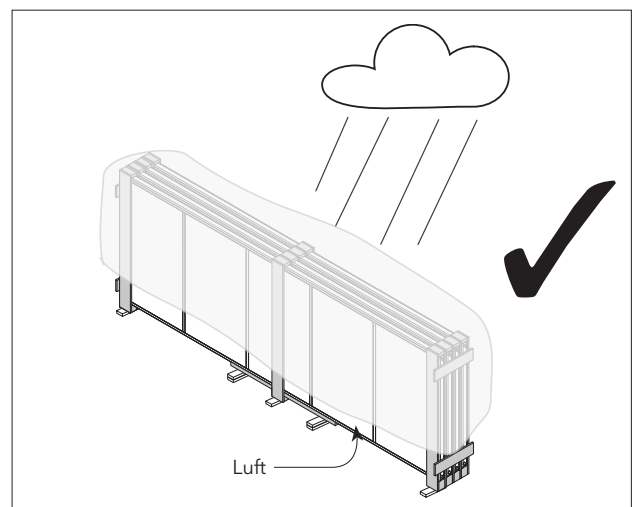

Abb. 5 Richtige Lagerung der Kollektoren; Belüftung von unten muss sichergestellt sein.
- !** ● Kollektoren stehend im Holzverschlag abstellen und mit einer Plane oben abdecken. Belüftung von unten muss gewährleistet sein (Abb. 5).
| Abstände in m (s. Abb. 5) | Kollektor-Aufstellwinkel α | |